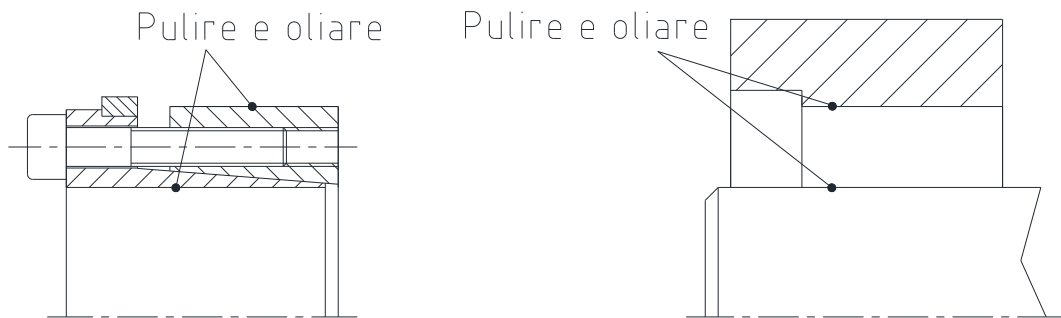

Fig. 6: Pulizia e lubrificazione delle superfici di contatto (esempio: CLAMPEX® KTR 201)
- Pulire le superfici del kit di serraggio e le quelle di albero e mozzo indicate in fig. 6 e quindi applicare uno strato sottile di olio (per es. olio universale Ballistol o Klüber Quietsch-Ex).